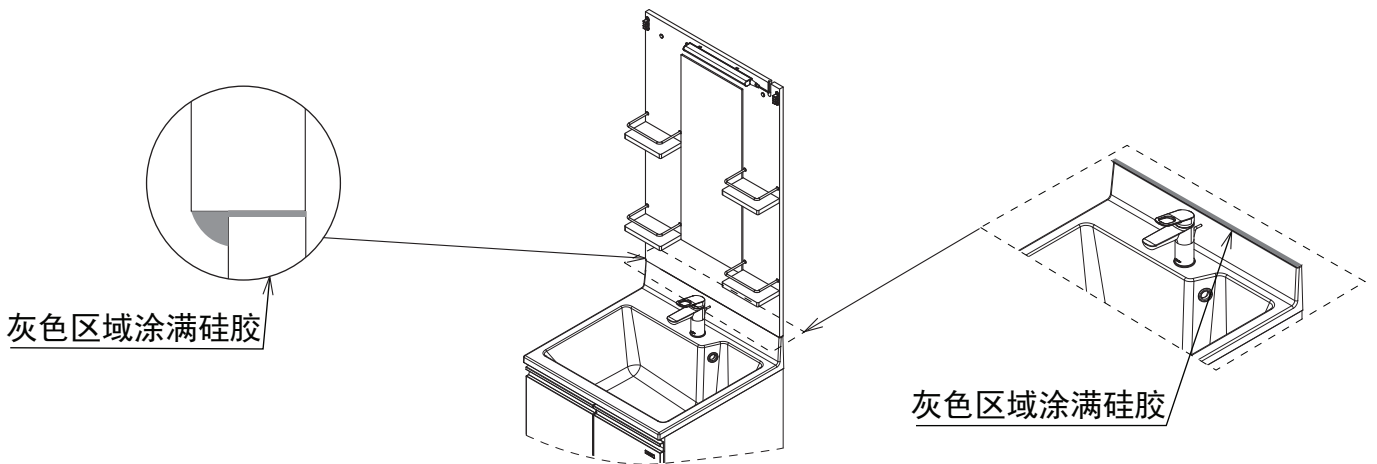

图7
9) 如图7所示, 化妆镜底部与台盆挡水边上端, 溢出硅胶抹匀。